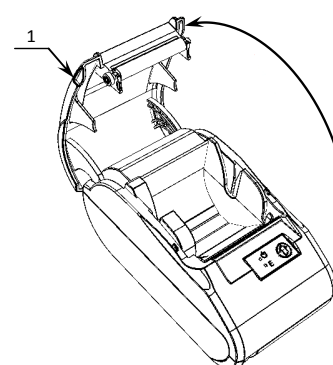

Рисунок 4. Открытие крышки изделия
1. Удерживая корпус устройства, аккуратно с усилием отделить крышку **1**, затем откинуть крышку (рисунок 4).